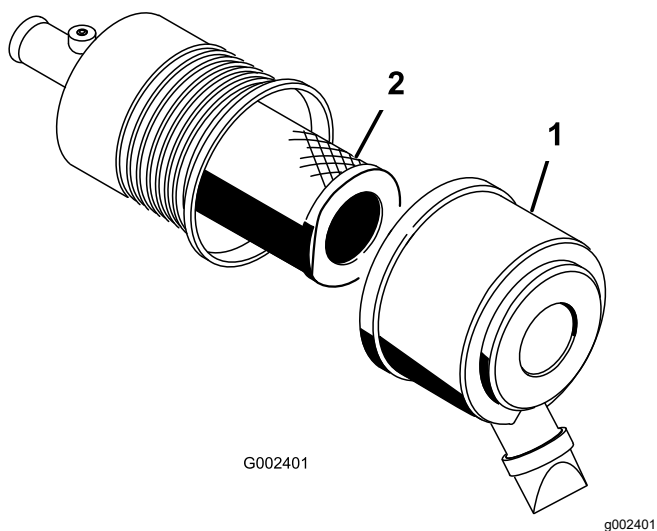

図 44
1. エアクリーナのラッチを外し、ボディーからカバーを抜き出す 図 44。
3. エアクリーナのボディーから、フィルタをすずかに引き出す (図 44)。
5. フィルタをゆっくり押し込むようにしてボディチューブに取り付ける 図 44。
6. 上下方向を間違えないように、エアクリーナカバーを正しく取り付け、ラッチを掛ける 図 44。